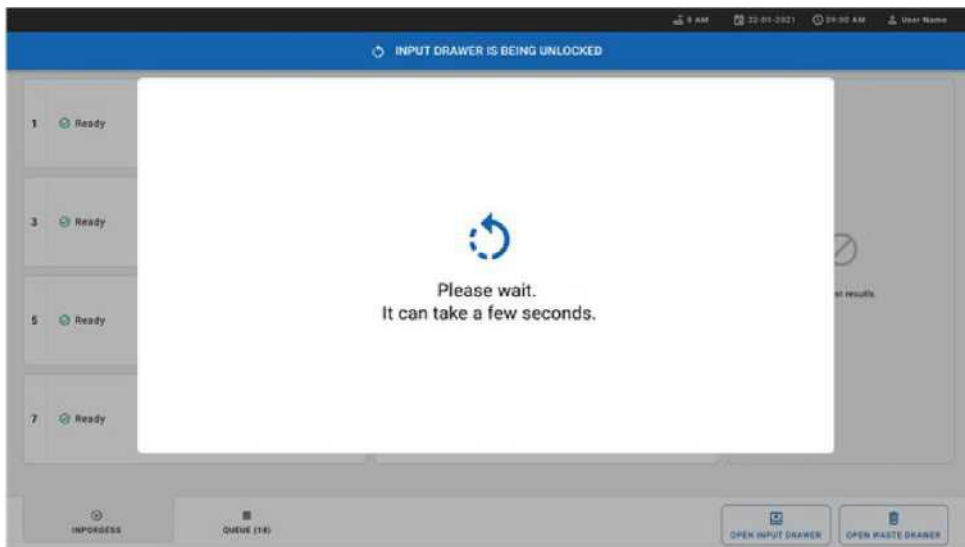

Рис. 21. Диалоговое окно ожидания разблокировки загрузочного лотка.
5. Подождите, пока загрузочный лоток не будет разблокирован (рис. 21).